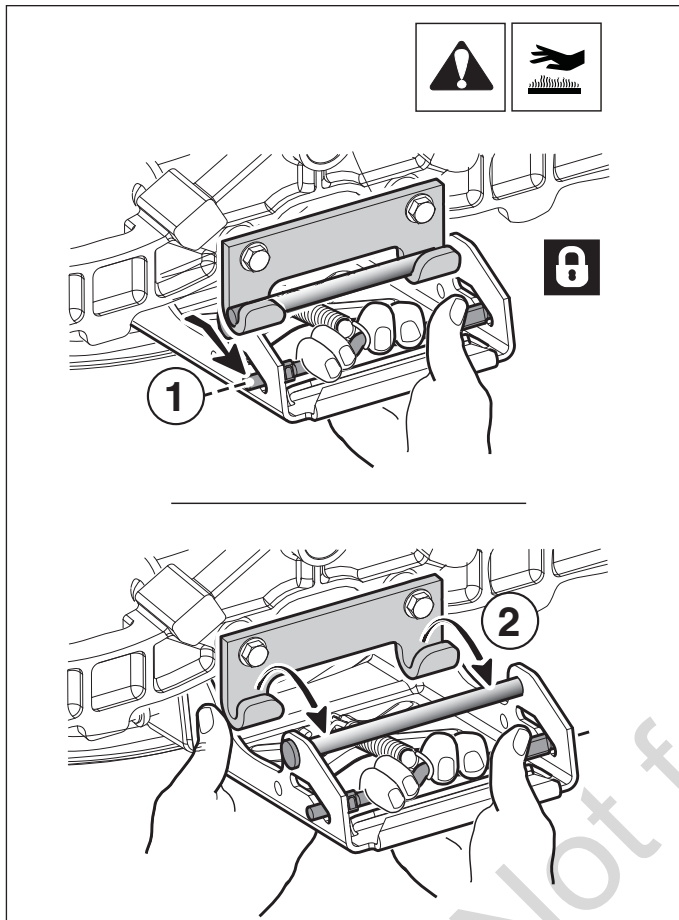

Figura 21
8. Gire las ruedas hacia adelante. Tire hacia atrás de la palanca a resorte y levante el enganche del cortacéspedes de las abrazaderas de enganche del tractor (ver 1-2, Figura 21).